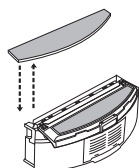
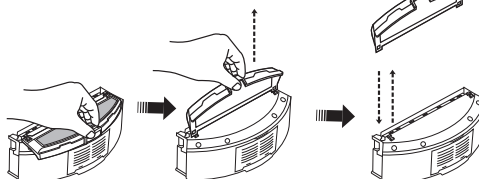

Рис. 8
Рис. 9
6. Поверните контейнер для сбора пыли, вытащите швабру, освободите вытирающую консоль и затем отпустите левый и правый -зажимы на нижней стороне контейнера для сбора пыли (см. рис. 8 и рис. 9). Соберите все детали в порядке, обратном разборке.